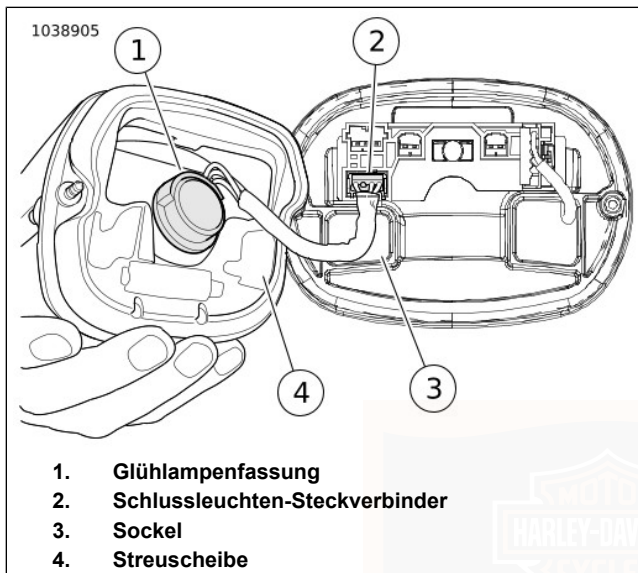

Abbildung 77. Glühlampen-Schlussleuchte
2. Siehe Abbildung 77. Den Schlussleuchten-Steckverbinder (3) abklemmen.
3. Die Glühlampenfassung (4) um eine Vierteldrehung nach links drehen und aus der Schlussleuchte nehmen. Die Glühlampe entfernen.
2. Siehe Abbildung 77. Fassung (4) in die Schlussleuchtenbaulampe einstecken. Eine Vierteldrehung im Uhrzeigersinn drehen.
3. Den Schlussleuchten-Steckverbinder (3) einstecken.